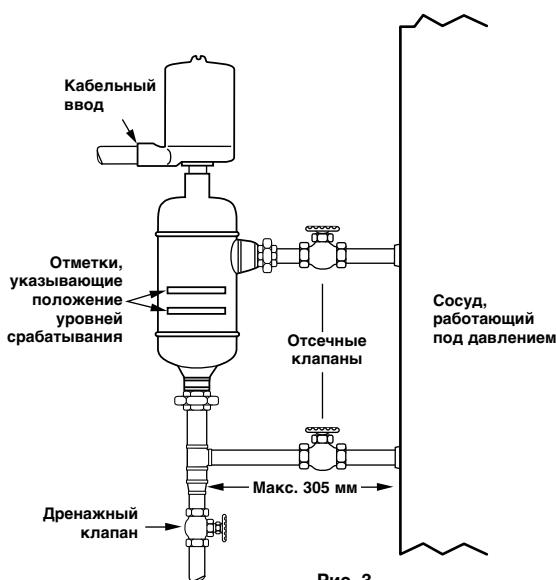

Рис. 3. Типовая трубная обвязка
На рис. 3 показана типовая трубная обвязка реле уровня серии 75 при его установке на сосуде, работающем под давлением. Метки, имеющиеся на приборе, указывают уровни срабатывания для изделия с тремя переключателями при минимальной относительной плотности. Уровни срабатывания для прибора с одним переключателем при различных значениях минимальной относительной плотности указаны на странице 8, в таблицах "Уровни срабатывания".
- а. Закройте отсечные клапаны (если имеются), чтобы изолировать реле от резервуара. Слейте жидкость из камеры поплавка. См. **рис. 3** на стр. 4.